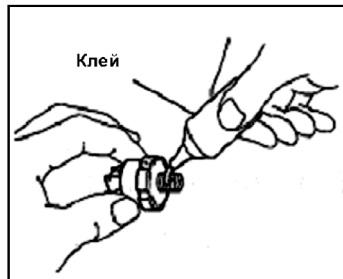

Рис. 82
6. Смажьте 2- 3 нити резьбы датчика герметиком. Установите датчик давления масла (Рис.82);